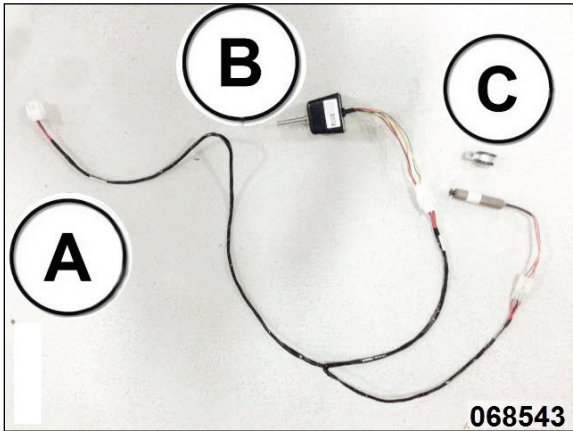

Figure 2 : 068543 Harnais et composants
1. Retirer le potentiomètre existant et le remplacer avec 871075. Connecter au harnais. (Fig 2 & 5)